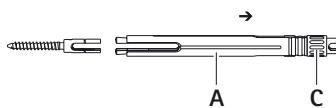

Fig. 7
- Rimuovere la camicia di arresto 2 completa, vedere Fig. 7.